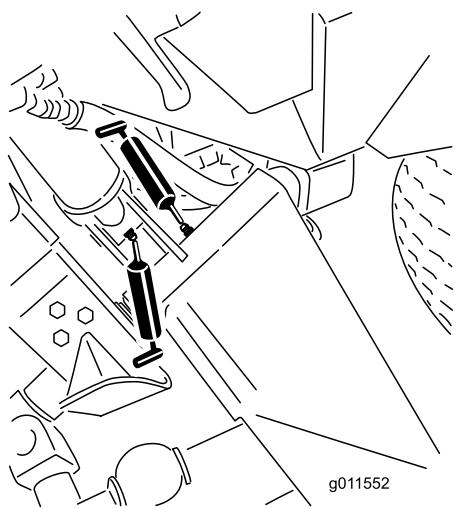
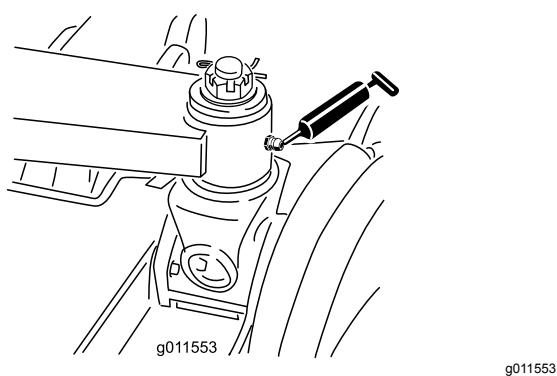

Figura 67
Figura 68
- Casquillos de los brazos de elevación principales (6) (Figura 67 y Figura 68).